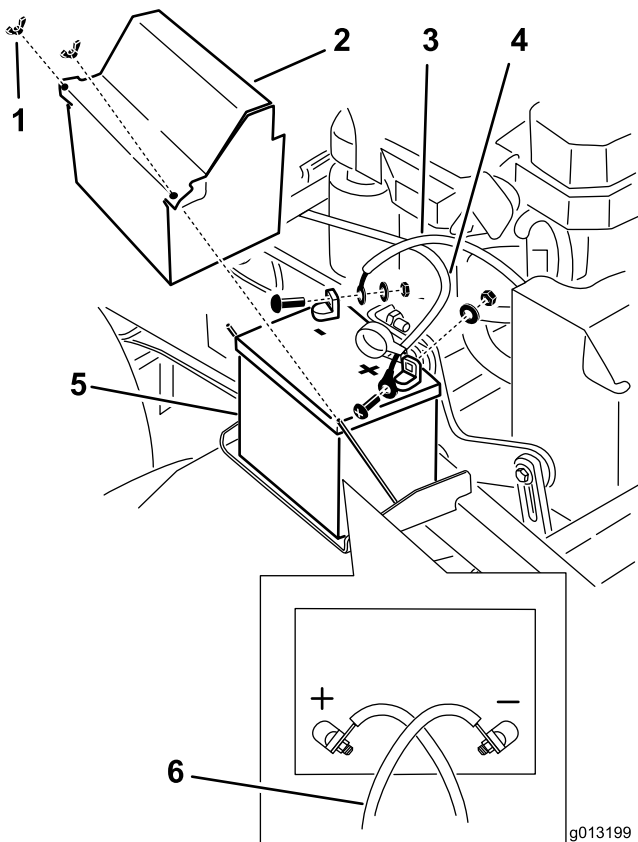

Figura 52
3. Scollegate il cavo negativo della batteria dal morsetto negativo (-) della batteria (Figura 52).
5. Togliete il cavo positivo (rosso) della batteria (Figura 52).
6. Togliete il dispositivo di fissaggio della batteria (Figura 52) e rimuovete la batteria.
1. Montate la batteria sulla macchina (Figura 52).
3. Montate il cavo positivo (rosso) della batteria sul morsetto positivo (+) della batteria con un dado, una rondella e un bullone (Figura 52).
5. Montate il cavo negativo della batteria e il filo di messa a terra sul morsetto negativo (-) della batteria con un dado, una rondella e un bullone (Figura 52).
Nota: Se correttamente installati, i cavi della batteria si incrociano l'uno sopra l'altro (Figura 52).